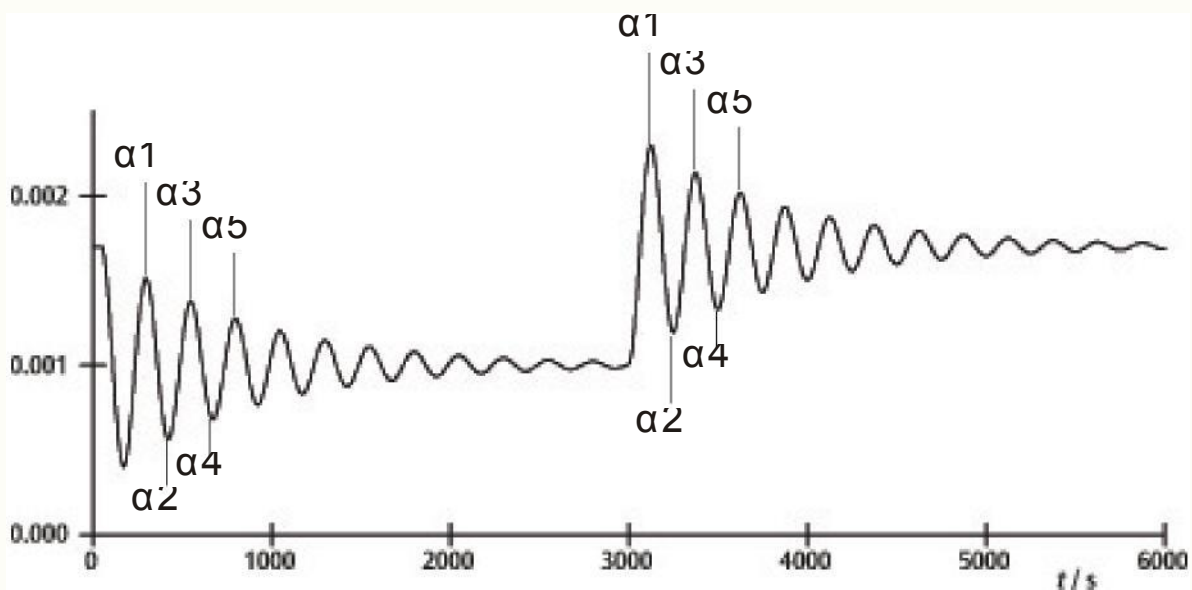

Fig. 7 Determinação das posições de equilíbrio
- Para isto, ir com o cursor sobre a máxima e mínima da curva e ler os valores no campo "Data"(Dados) da barra de informações (ver Fig. 7).